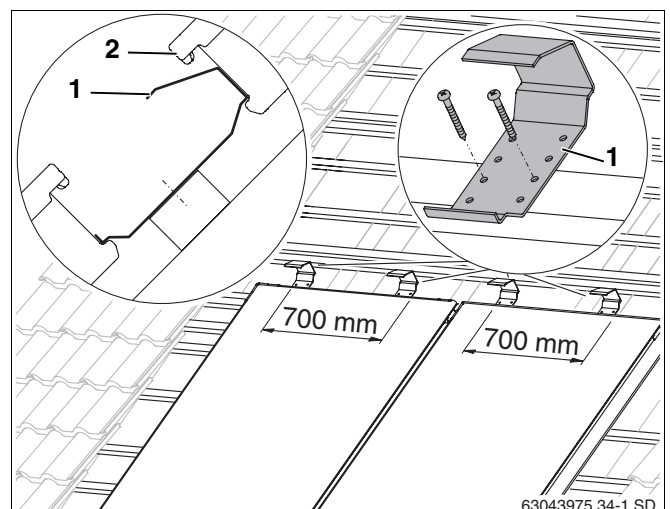

Fig. 29 Seguros contra deslizamiento para la segunda fila de colectores
- ▶ Coloque dos seguros contra deslizamiento (fig. 29, **pos. 1**) por cada colector, centrados (separados 700 mm entre sí) en la parte superior del colector inferior, sobre el cuarto listón adicional de la fila inferior y fíjelos con dos tornillos de 4 x 40 cada uno.
- ▶ Deje deslizar el colector de la fila superior (fig. 29, **pos. 2**) hasta los seguros contra deslizamiento y nivélelo con la fila inferior.